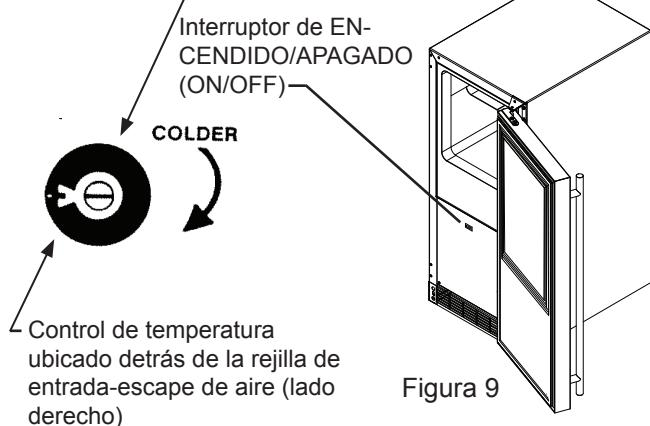

Figura 9
Después de conectar el suministro de agua, y de instalar su máquina de hielo en su sitio, enchufe el cable de alimentación en el tomacorriente de pared. Luego coloque el interruptor, ubicado detrás de la puerta y debajo del compartimiento de hielo (vea la Figura 9), en la posición de ENCENDIDO (ON). El control de temperatura es preajustado en fábrica, permite que el fabricador de hielo funcione durante 24 horas para que la temperatura interior se estabilice. Si usted desea ajustar la temperatura interior, introduzca un destornillador de pala pequeño a través del lado derecho de la rejilla para girar el eje del control de temperatura. Al girarlo en sentido horario se hará que la unidad sea más fría. Al girarlo en sentido antihorario se hará que la unidad sea menos fría. Cuando el eje de control de temperatura se gira en sentido antihorario hasta que éste se detenga, se apagará el compresor y el motor del ventilador.
Si usted apaga su control, espere al menos cinco (5) minutos antes de rearrancar con el fin de dar tiempo para que el control del motor se reinicie automáticamente y pueda rearrancar el motor. La energía eléctrica hacia su unidad es controlada mediante el interruptor de ENCENDIDO/APAGADO (ON/OFF) ubicado detrás de la puerta y debajo del compartimiento de hielo (vea la Figura 9).